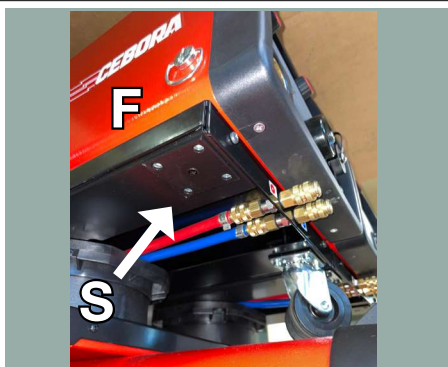
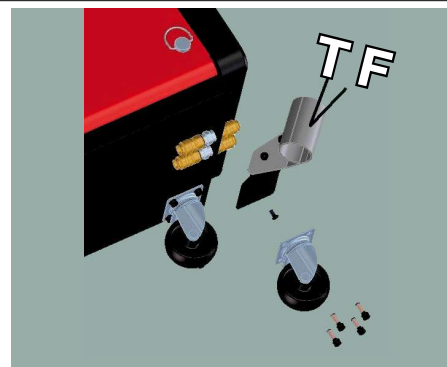

Fig. 23
Fig. 24
Nel carrello traina filo (F) smontare la ruota anteriore sinistra e sostituire la piastra di 2mm (S) indicata in fig.23 con il porta torcia sinistro (TF) e rimontarlo con la ruota come da fig 24.
*In the wire feed unit (F), remove the wheel of the left panel and replace the 2 mm plate (S) indicated in fig.23 with the left support (TF) and assemble it with the wheel as in fig.24.*
En el carro arrastrahilo (F), retire la rueda delantera izquierda y reemplace la placa de 2 mm (S) indicada en la fig.23 con el soporte del soplete izquierdo (TF) y volver a montarlo con la rueda como se muestra en la fig.24.